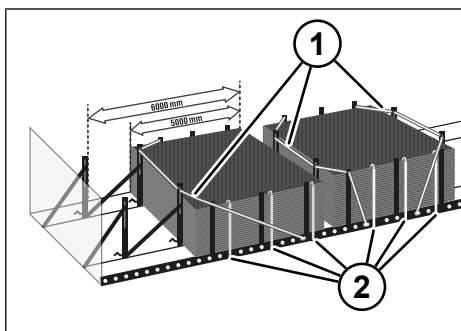

Рис. 8-50: Поперечное крепление арматурной сетки
- ▶ Если погрузка пакета арматурной сетки осуществляется только в переднем положении, закрепите также задние вставные стойки. Следите за тем, чтобы крепежные ремни располагались по углам груза. Используйте накладку на кромки (см. "Рис. 8-50: Поперечное крепление арматурной сетки", стр. 170).